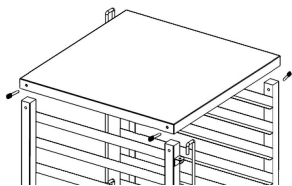

Fig. 2
4. Fissare il piano da lavoro agli elementi laterali del carrello usando le viti fornite (**Fig. 2**).